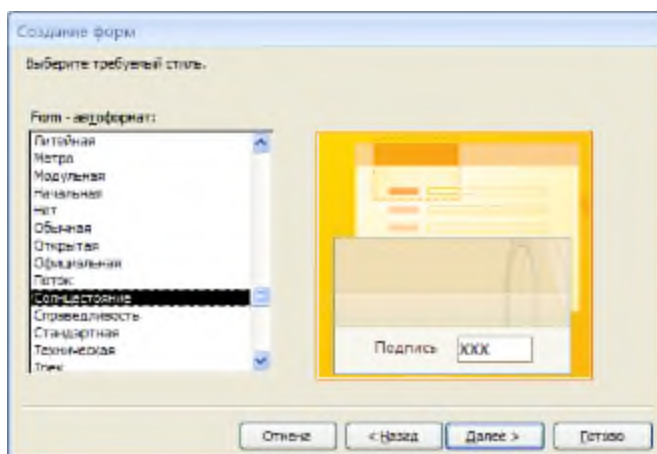

Рис.4 Выбор стиля оформления
9. Выбираем стиль оформления «Form – автоформат» -Солнцестояние и нажимаем кнопку «Далее» (Рис.4)